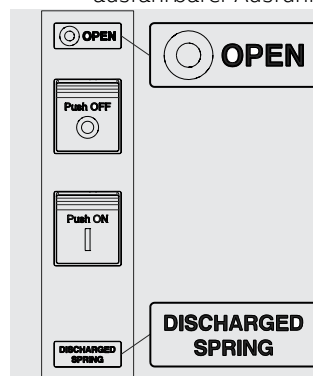

Abbildung 81
1. Leistungsschalter aus mit entspannten Federn (siehe Abbildung 81).